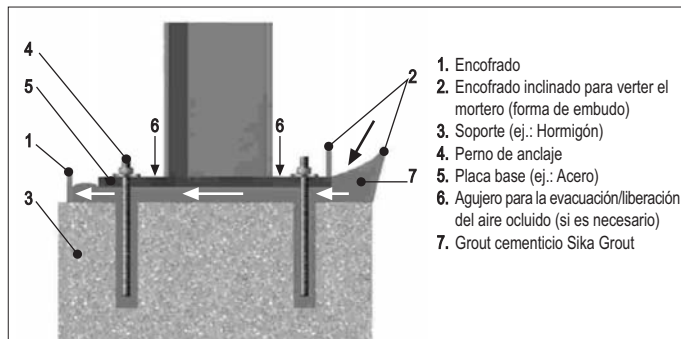

Fig. 2: Anclaje y nivelación de estructura de hormigón mediante grout cementicio.
- **Colocación (Fig. 2):** La colocación puede efectuarse mediante carretillas, recipientes, tubos o bombeado, vaciando el grout en forma continua y rápida por un lado de la placa hasta que escurra hacia el lado opuesto, asegurando el llenado completo de todos los espacios bajo las placas y un íntimo contacto con todas las superficies. El uso de vibradores o cables de acero para ayudar al vaciado y eliminar el aire atrapado debe realizarse con cuidado y siempre que esté autorizado. Si es necesario colocar el grout a través de perforaciones en la placa base, es esencial aplicar el grout continuamente desde una perforación hasta que aflore en las perforaciones adyacentes, y luego continuar desde estas últimas. El grout se debe vaciar hasta que alcance un nivel de a lo menos 6 mm sobre la superficie inferior de la placa base para asegurar un completo llenado del espacio bajo la placa.